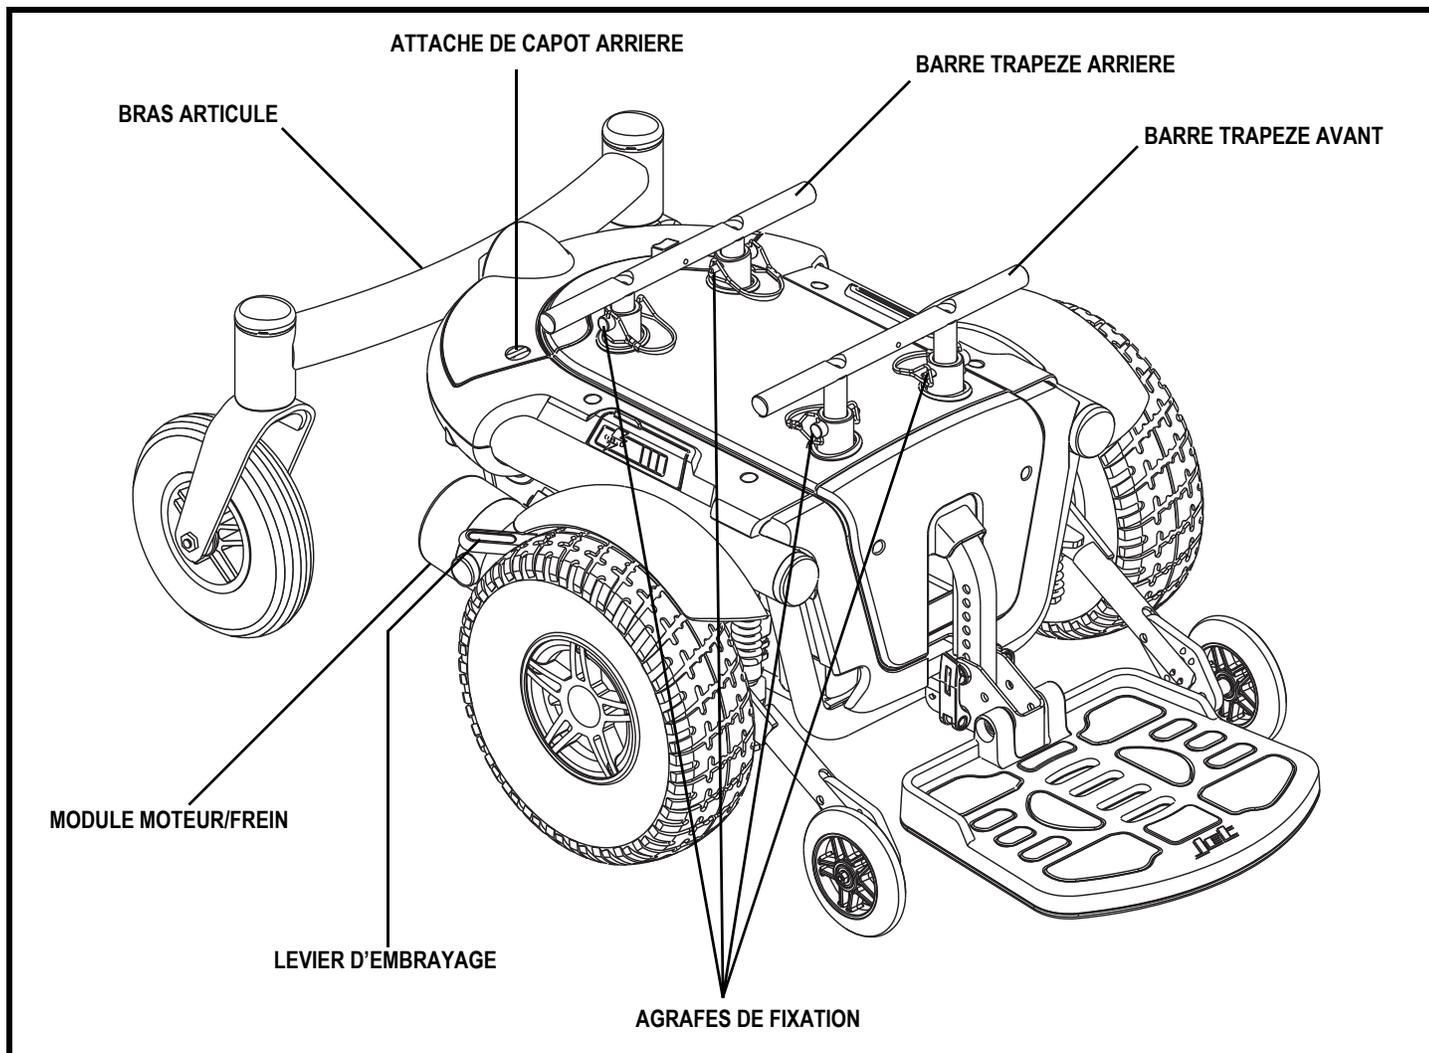

Figure 6. Base motorisée du Jet 3 Ultra
6. Tournez les attaches de capot arrière 1/4 de tour dans l'une ou l'autre direction. **Voir la figure 6.**
2. Desserrez les fixations sur le capot et retirez-le. **Voir la figure 6.**